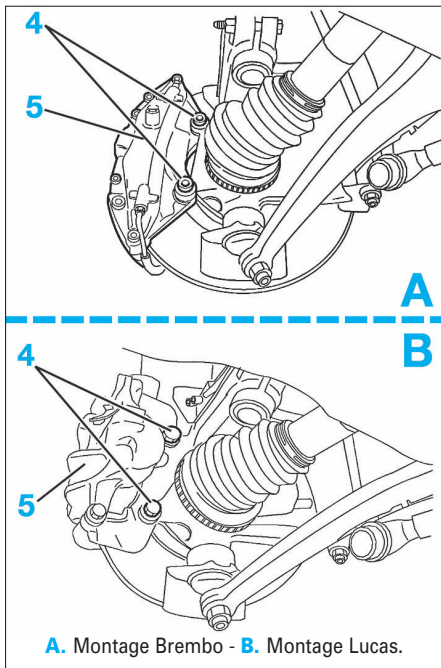

FIG. 6
- Déposer le flexible de frein (1).
- Déposer les deux vis de fixation (4) situé à l'arrière de l'étrier puis déposer l'étrier (5) (Fig.6).